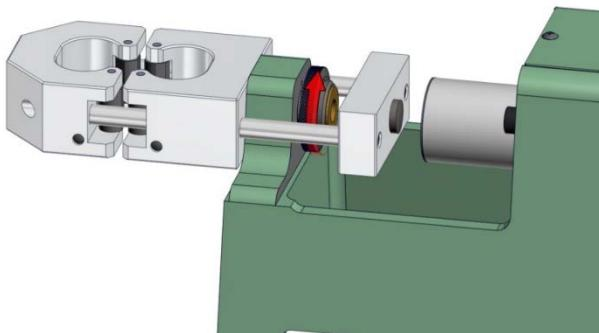

Abbildung 5.5.3
3. Tauschen den großen Rändelknopf auf der großen Stellschraube des Kaltzugfestigkeitszubehörs auf der gegenüberliegenden Seite des Sockelendes aus. Siehe nachfolgende Abbildung 5.5.3.